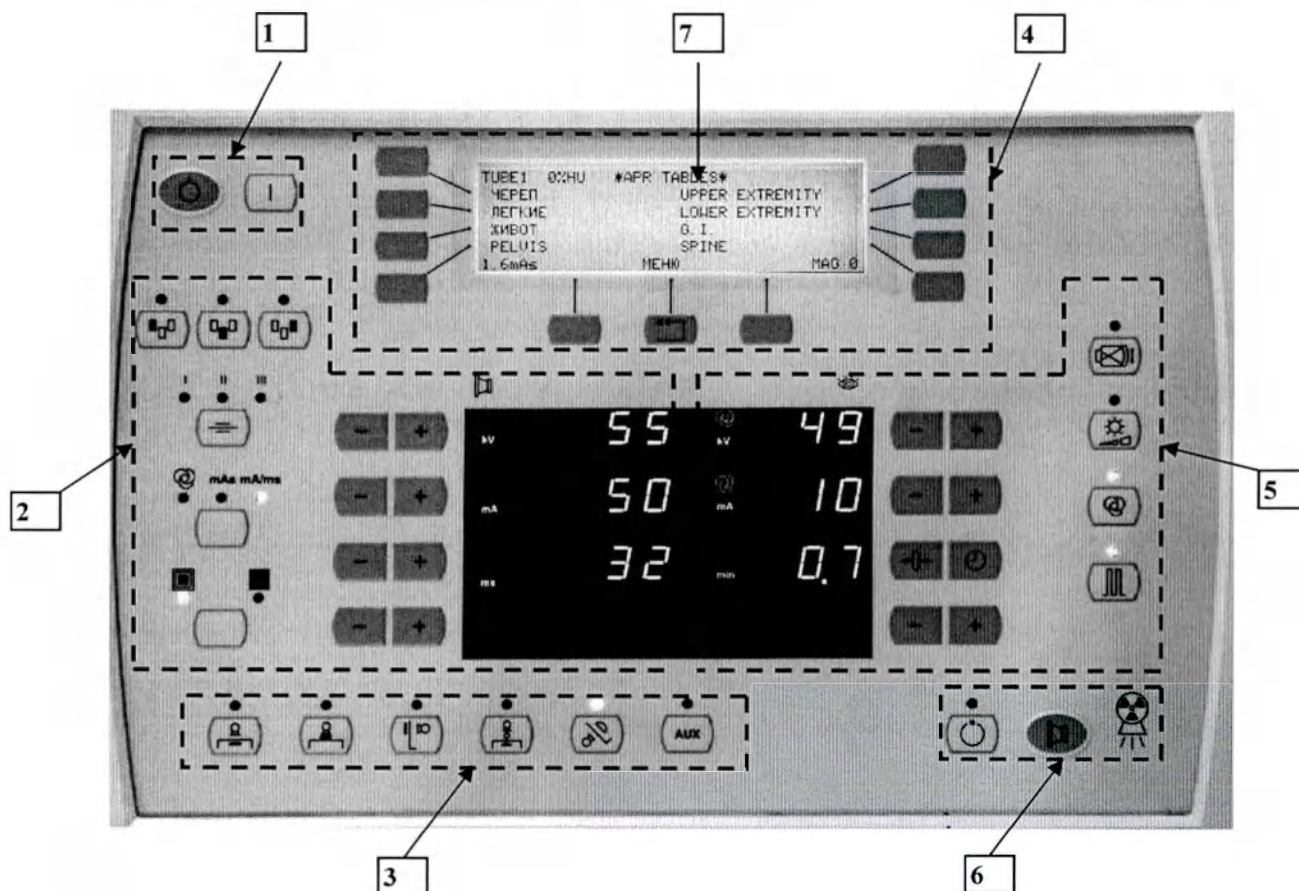

Рисунок 4.8 – Пульт управления РПУ (вариант внешнего вида)
- пульта управления (см. Рисунок 4.8);
Установка (задание) параметров РПУ, разрешение на включение высокого напряжения на трубку осуществляется программным способом с компьютера лаборанта АРМ-1. С пульта управления РПУ (см. Рисунок 4.8) осуществляется корректировка и визуальный контроль установленных параметров съемки, включение высокого напряжения на трубку.
Органы управления РПУ могут быть разделены по группам (см. Рисунок 4.8):